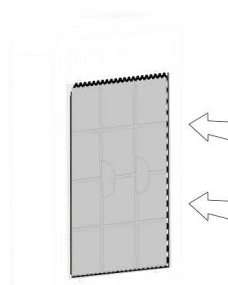

рис. 6
7. Установите фильтр предварительной очистки (2) внутри прибора в соответствующих защелках (рис. 6). Держатели на решетке, после установки фильтра, должны быть направлены наружу прибора.